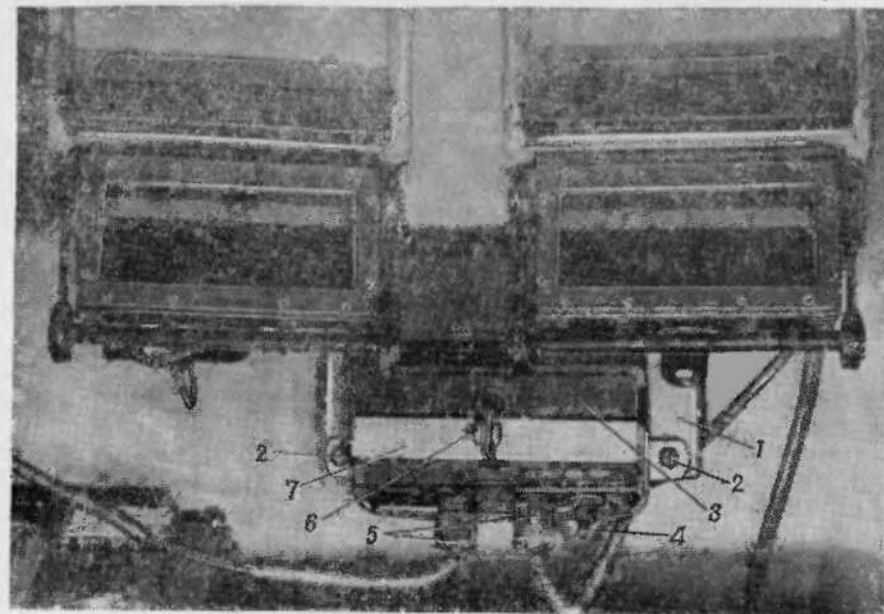

Рис. 93. Установка блока БТ-2-26:
1. Отвернуть накидные гайки 5 (рис. 93) штепсельных разъемов и отсоединить провода. Во избежание короткого замыкания изолировать провод бортовой сети от массы.